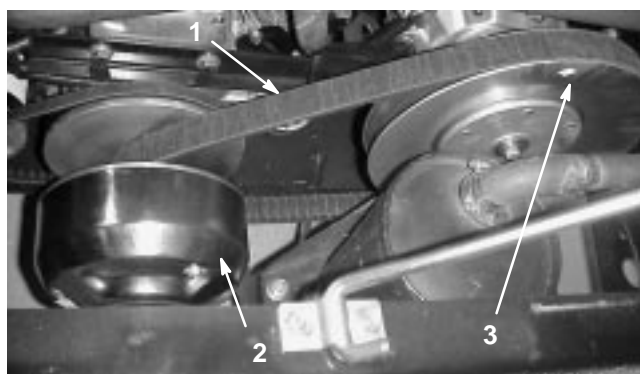

Figure 29
1. Faites tourner la courroie et faites-la passer sur l'embrayage secondaire (Fig. 29).
2. Déposez la courroie de l'embrayage primaire (Fig. 29).